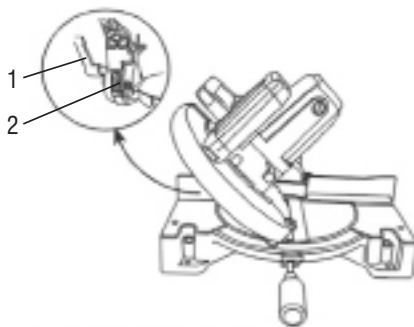

Fig. 23 – Inclinando o cabeçote
- 1 - Gire a alavanca (1) no sentido anti-horário, Fig. 23;
- 2 - Incline o cabeçote para o ângulo desejado, veja na escala (2);
- 3 - Trave o cabeçote girando a alavanca (2) no sentido horário;